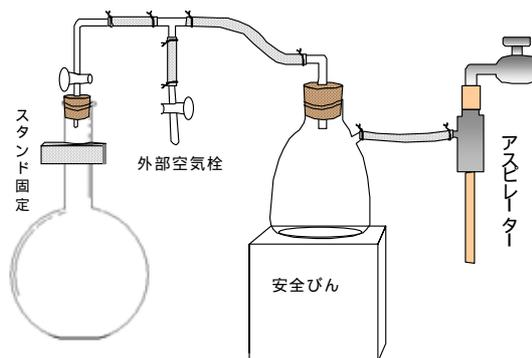

図 38 アスピレーターの取扱い方
- (エ) 水の逆流を防ぐために安全びんを取り付け、実験終了後に真空を抜くための外部空気栓(三方コックでもよい)を取り付けておく。(図 38)